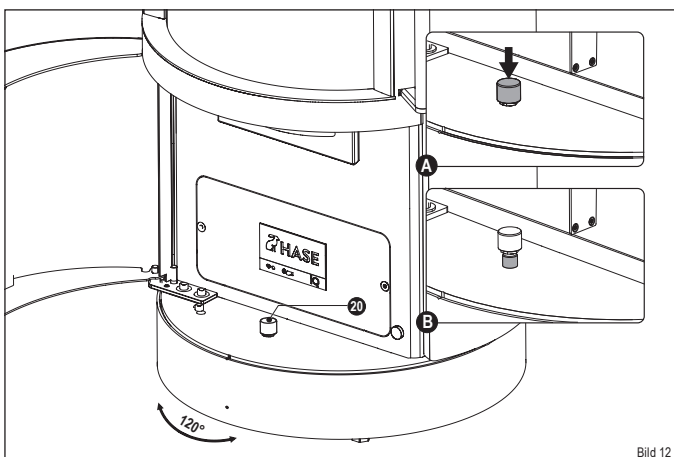

Bild 12
Der Taster (18) der Drehkonsole befindet sich bei Anlieferung in gesperrter Position (Bild 12):
- **Drücken Sie auf den Taster (20), um die Sperrung zu lösen (Ausschnitt A).**
- ✓ **Wenn Sie die gewünschte Einstellung erreicht haben, drücken Sie den Taster (20) erneut, um die Drehkonsole wieder zu sperren.**
Der Kaminofen hat einen maximalen Drehwinkel von 120 Grad (Bild 12).